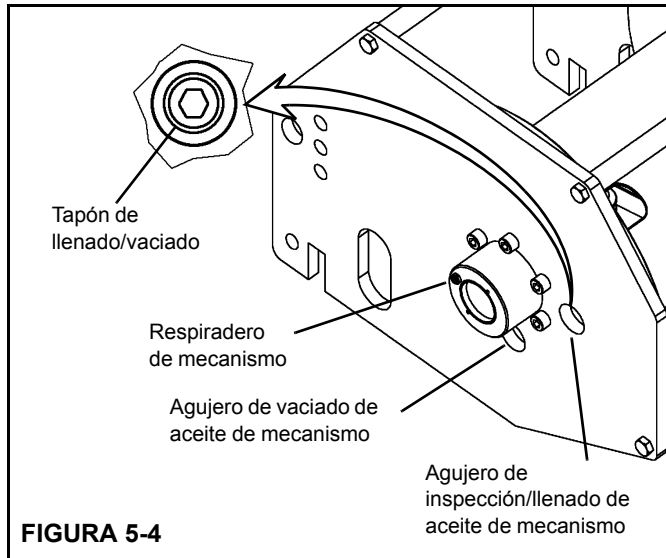

FIGURA 5-4
- Gire el tambor hasta que el tapón de llenado/vaciado de aceite esté a nivel con el agujero de inspección/llenado de aceite (Figura 5-4).